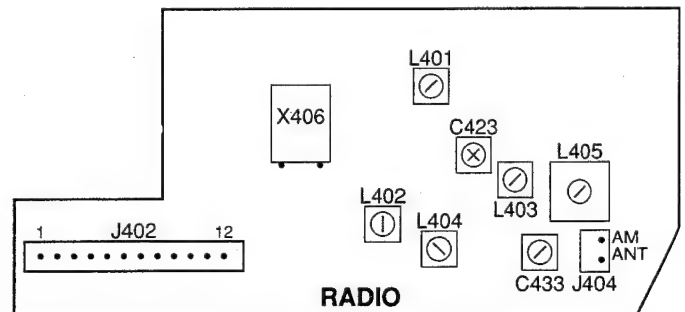

Abb. 7.8
2. Einstellungen auf der Radioplatine (siehe Abb. 7.8)